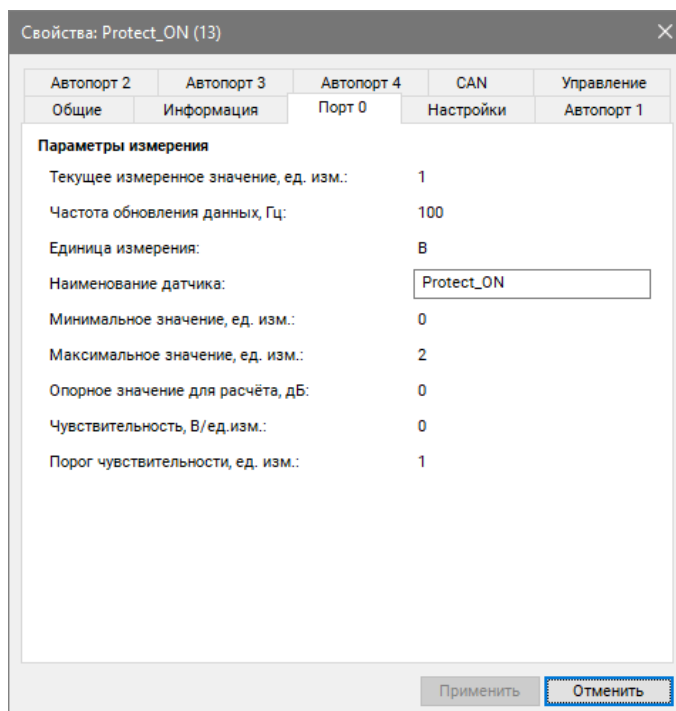

Рис. 2.14 Вкладка «Порт 0»
- во вкладке «Порт 0» в поле «Наименование датчика» следует установить значение в соответствии с Рис. 2.14.